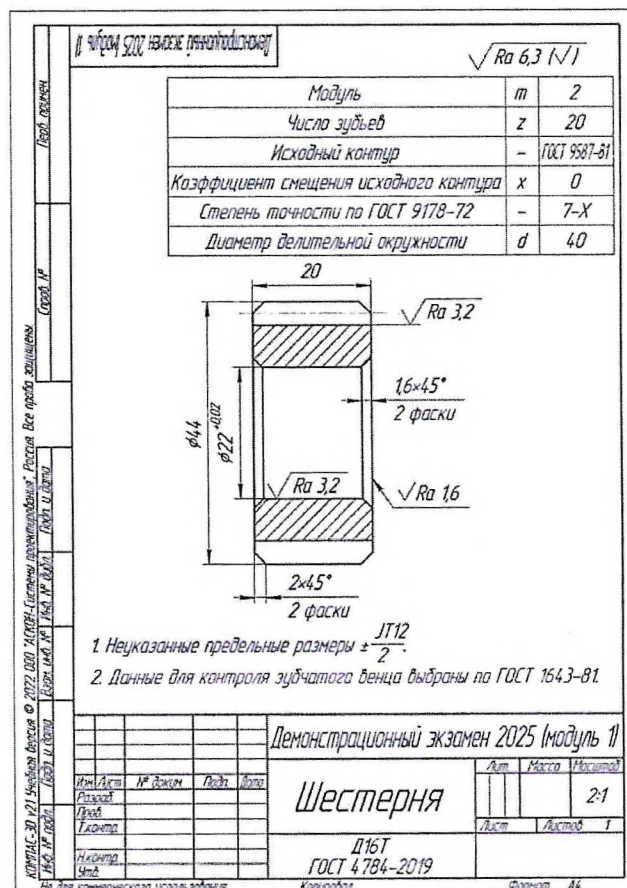

Рисунок 1 - Чертеж Модуля №1
- Изготовить деталь согласно требованиям чертежа (Рисунок 1) на зуборезном станке.